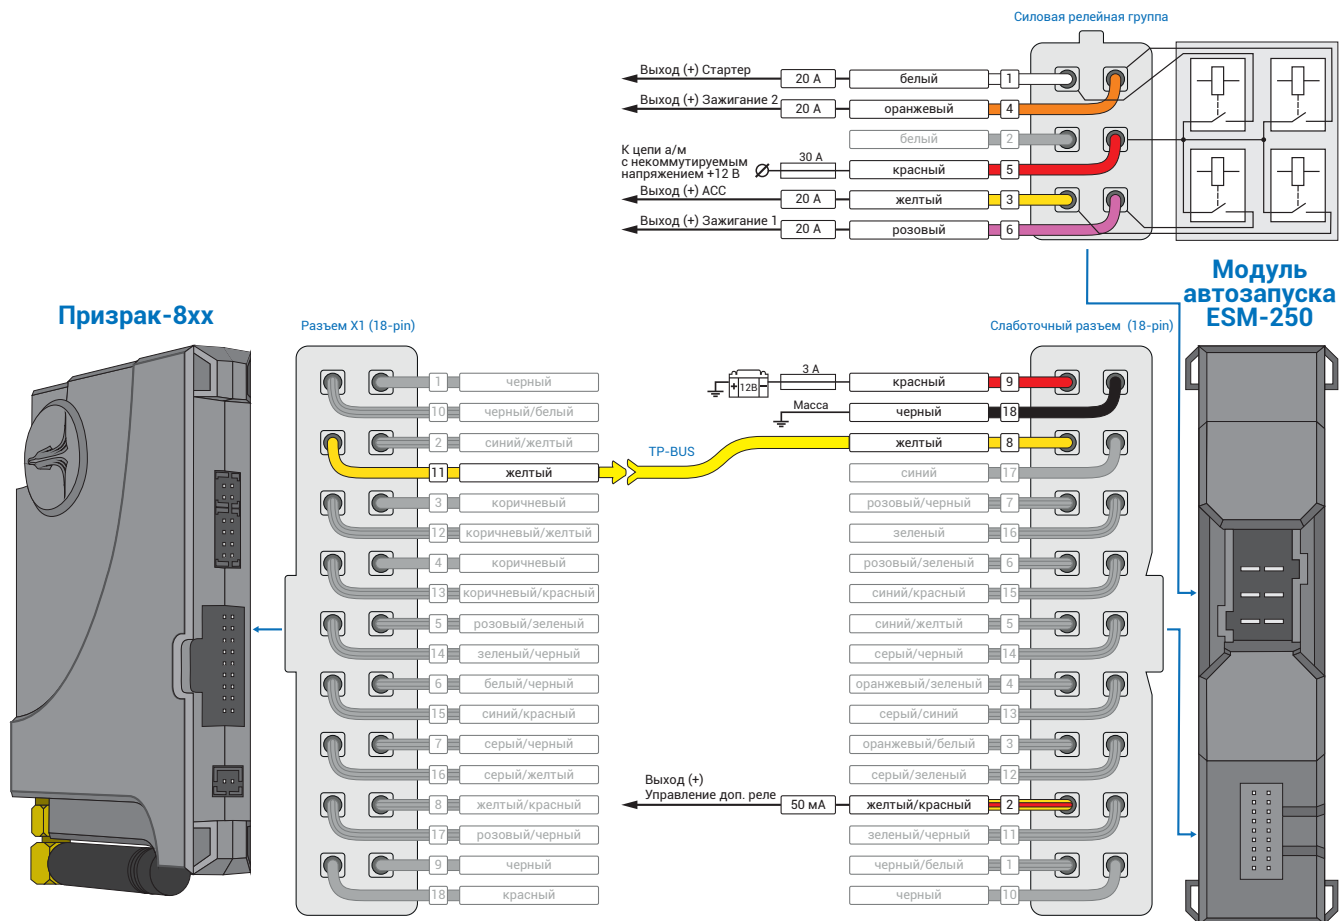
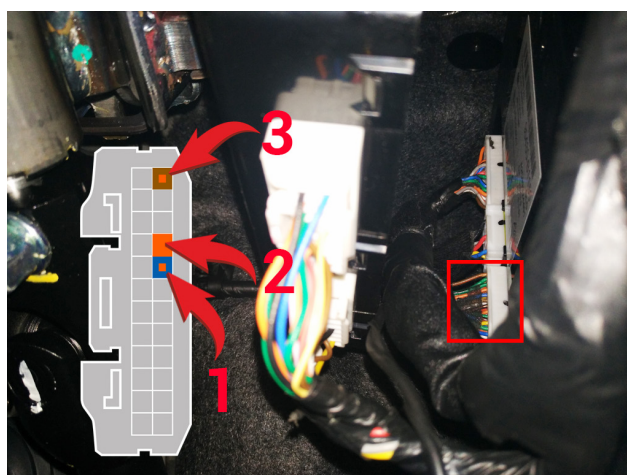

Рис.3 Подключение модуля автозапуска ESM-250
Рис.4 Место подключения к цепям запуска двигателя:
3. Подключите модуль автозапуска ESM-250 – выводы модуля, которые требуется подключить выделены на рис. 3. Подключение производится в белом 24-контактном разъеме блока SmartKey слева от рулевой колонки (см. рис. 4).